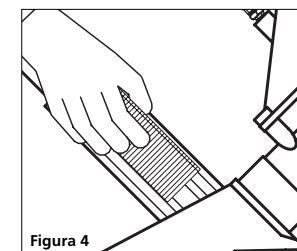

Figura 4
2. Coloque en el cargador puntillas dentadas en L del tipo y tamaño indicados, desde el lado. La cabeza de las puntillas dentadas en L debe insertarse en la ranura en la parte fija del cargador (ver figura 4).